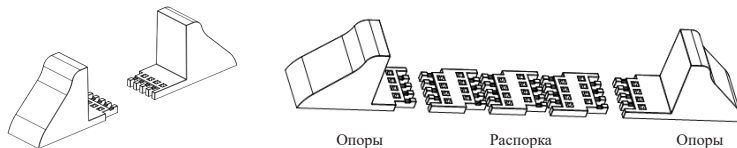

Рис. 2-1. Комплект опор и распорок
- 1) Вытащите опоры и распорки и соберите их так, как показано на рис. 2-1. Для моделей ИБП с продолжительным временем питания от внешнего аккумулятора требуется четыре опоры. Для стандартных моделей ИБП или аккумуляторных блоков потребуется четыре дополнительные распорки.